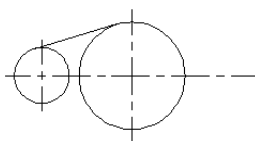

图 3-9 绘制切线
② 单击“默认”选项卡“绘图”面板中的“直线”按钮, 结合对象捕捉功能，分别捕捉左、右两圆的切点为端点，绘制一条切线，如图 3-9 所示。
③ 单击“默认”选项卡“修改”面板中的“镜像”按钮, 以水平中心线为对称线镜像刚绘制的切线。命令行提示与操作如下：